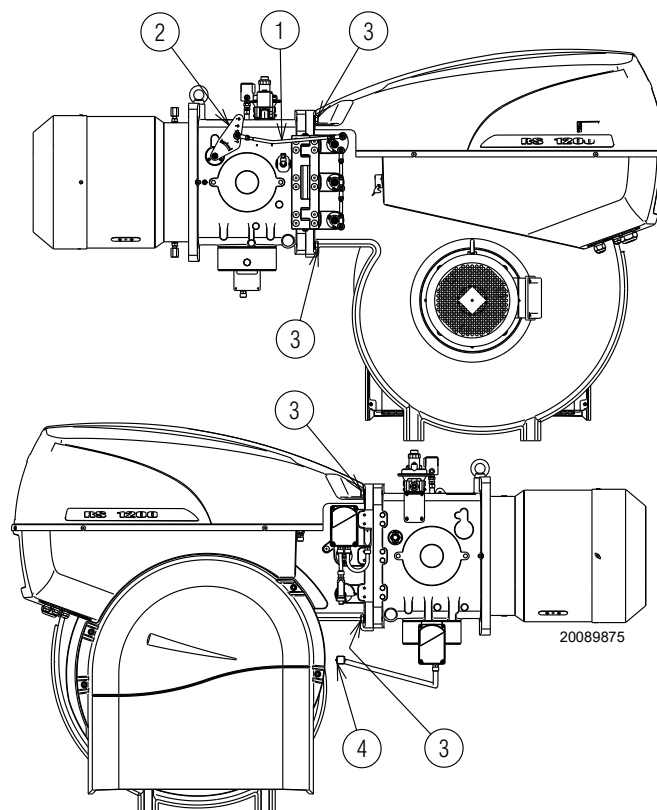

Fig. 30
- Retirer le tirant 1)(Fig. 30) du levier de déplacement de la tête en desserrant l'écrou 2).